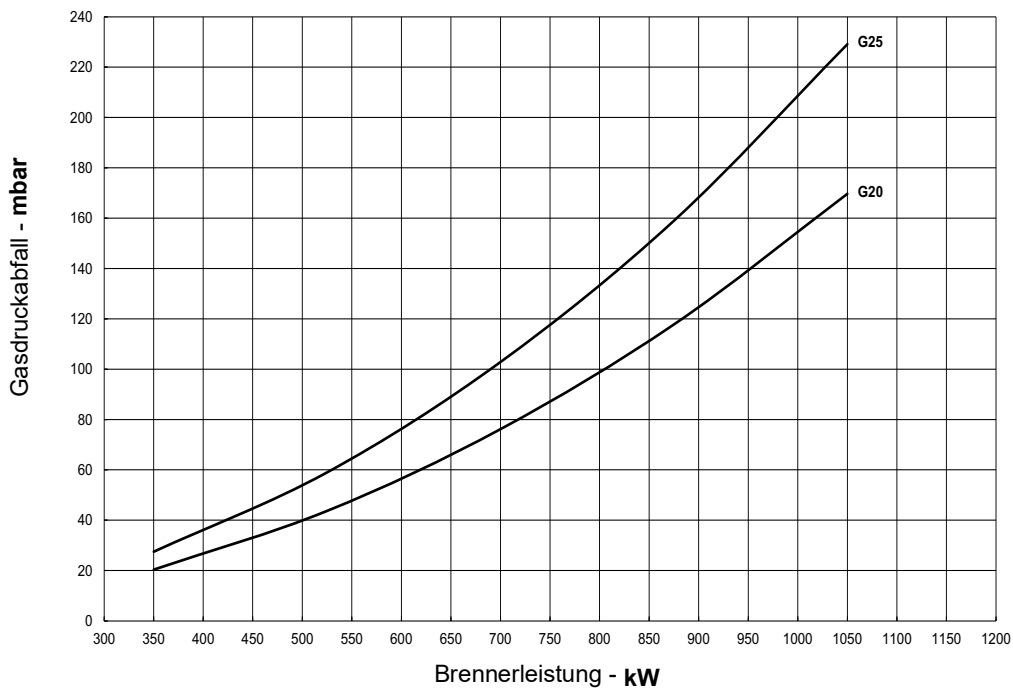
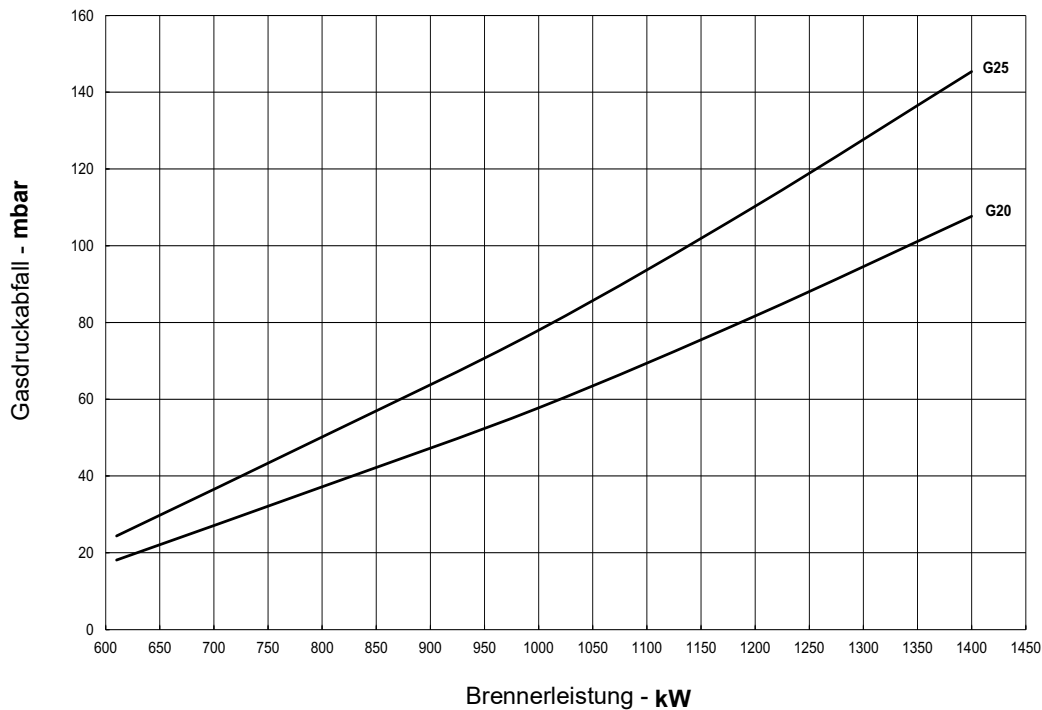
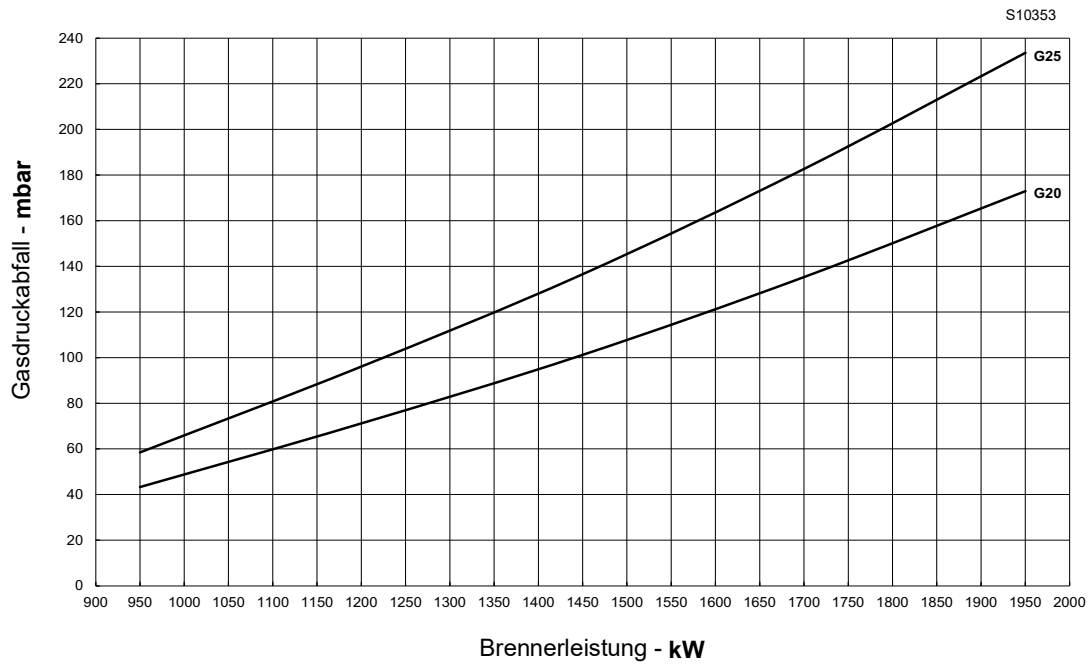
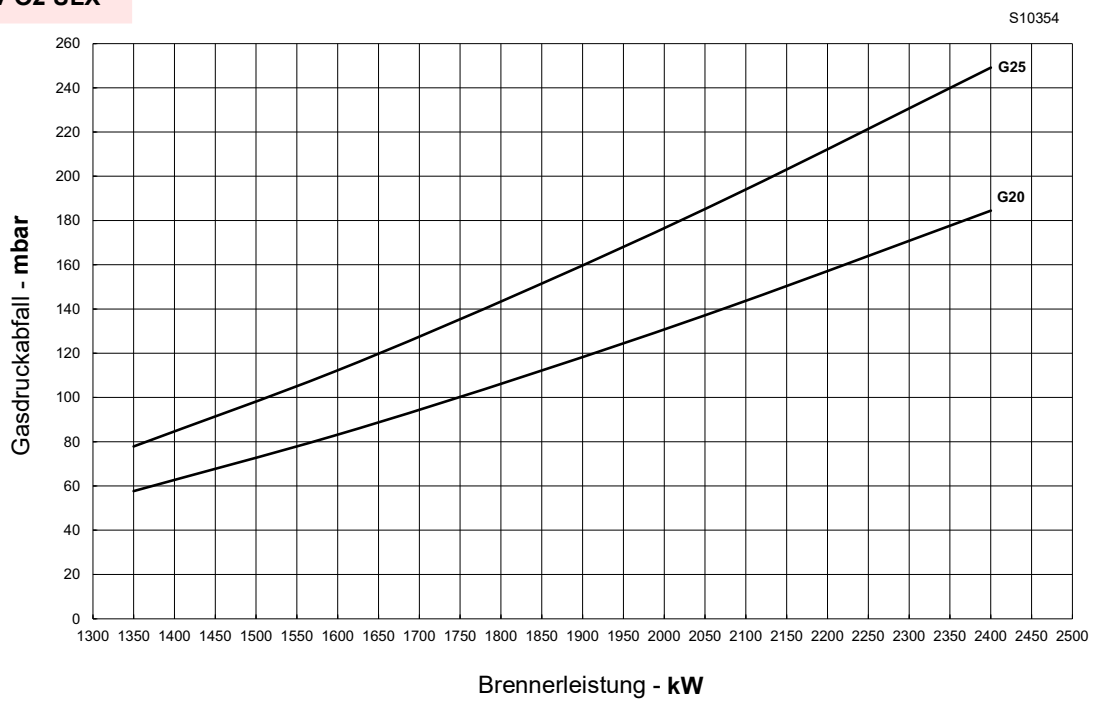

Abb. 25
Abb. 26
Abb. 27
Abb. 28
- Geben Sie den Wert in mbar ein (Abb. 25, Abb. 26, Abb. 27 und Abb. 28) und lesen Sie die entsprechende Leistung in der Zeile ab.
- den nächstgelegenen Leistungswert finden (Abb. 25, Abb. 26, Abb. 27 und Abb. 28).